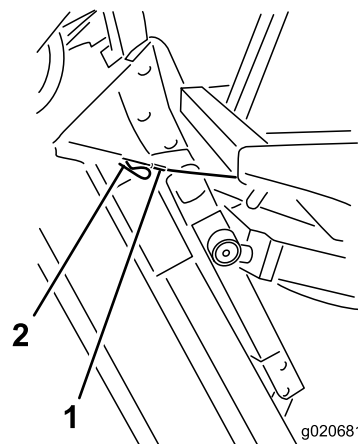

Рисунок 119
6. Удерживая режущий блок в вертикальном положении, установите конец троса на штифт подъемного рычага режущего блока и зафиксируйте его игольчатым шплинтом (Рисунок 119).